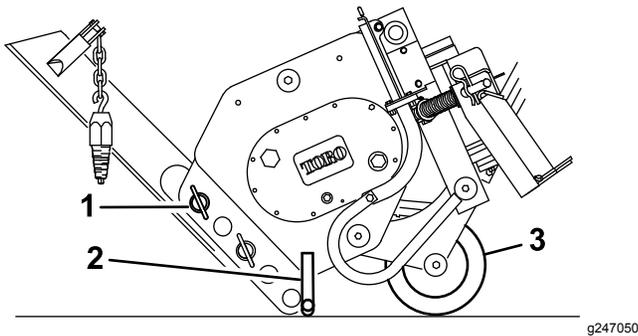

Figure 4
3. Insérez la lame et fixez-la en place avec la goupille à anneau et l'axe de chape, comme montré à la (Figure 4).
4. Basculez l'enfouisseuse en avant et abaissez-la sur le sol ou sur une remorque, le support et le couteau supportant le poids de l'enfouisseuse (Figure 4).